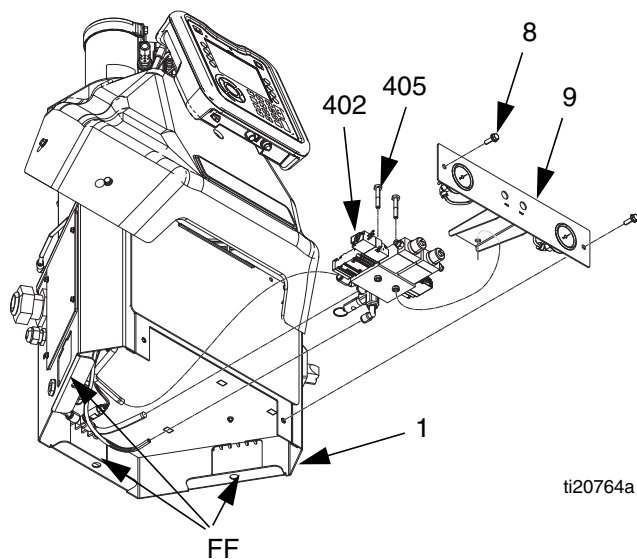

FIG. 47
Desmontaje (consulte la FIG. 47):
3. Retire el panel de acceso delantero (10) del armario eléctrico (1).
4. Use una llave de tubo de 3/8 pulg. para retirar los dos tornillos (8).
6. Introduzca las manos por los orificios de acceso (FF), consulte la FIG. 47, en la parte inferior del armario eléctrico; luego desconecte las tuberías de aire de los solenoides de control de aire (402).
8. Retire los dos tornillos (405) que sujetan los solenoides (402) al conjunto de control de aire (9); luego retire los solenoides de control de aire.
Montaje (consulte la FIG. 47):
1. Use los dos tornillos (405) para sujetar los nuevos solenoides (402) al conjunto de control de aire (409).
3. Introduzca las manos por los orificios de acceso (FF), consulte la FIG. 47, en la parte inferior del armario eléctrico; luego conecte las tuberías de aire a los solenoides de control de aire (402).
4. Deslice el conjunto de control de aire (9) en su lugar y luego use dos tornillos (8) para sujetar al armario eléctrico (1).